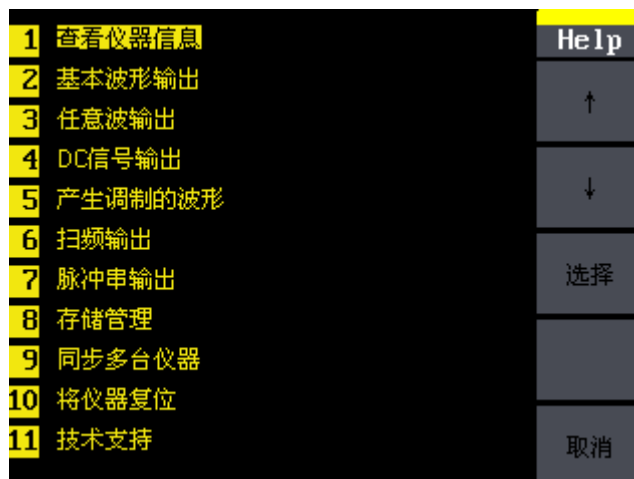

图 2-41 帮助信息显示界面
- ⑥. 升级完成后，重启设备；如图 2-41 所示，检查升级后的软硬件版本号是否与目标版本一致，否则，升级不成功，需按如上步骤再次升级一次，检查完毕后，按任意按键退出系统信息界面。
SDG800 系列提供功能强大的帮助系统，在使用过程中可根据需要随时调出帮助信息。按下 Help 按键可进入操作菜单，如图 2-41 所示：
如图 2-41 所示的帮助信息显示菜单，有 11 个选项，可通过上下键来选择您要查看的帮助信息。